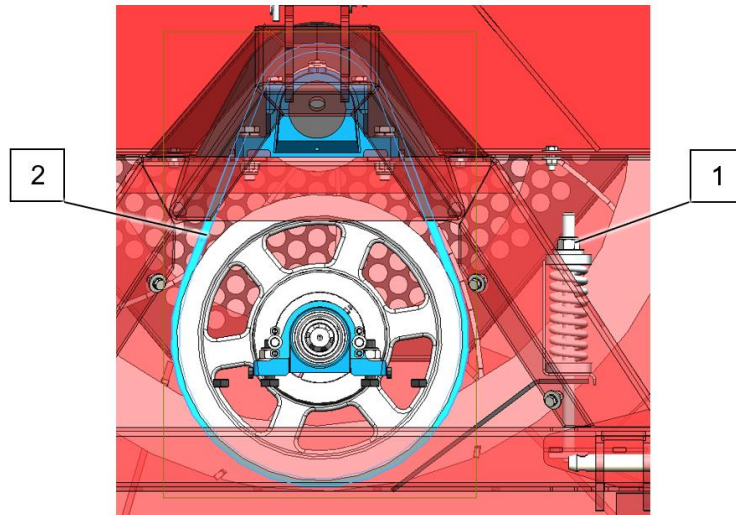

Fig. 8
Na de eerste dag moeten de V-snaren daarom nagesteld worden (Fig. 8):
De juiste spanning is bereikt, wanneer u de snaren halverwege tussen beide poelies circa 8mm (0.32") ((2) Fig. 8) kunt indrukken. Zorg ervoor dat de V-snaren schoon en droog blijven.